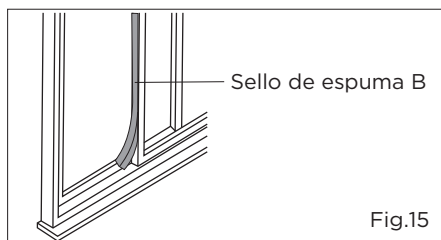

Fig.15
6. Cortar el sello de espuma a una longitud adecuada y sellar el espacio abierto entre el marco deslizante y el marco externo de la ventana, según las indicaciones de la Fig.15.